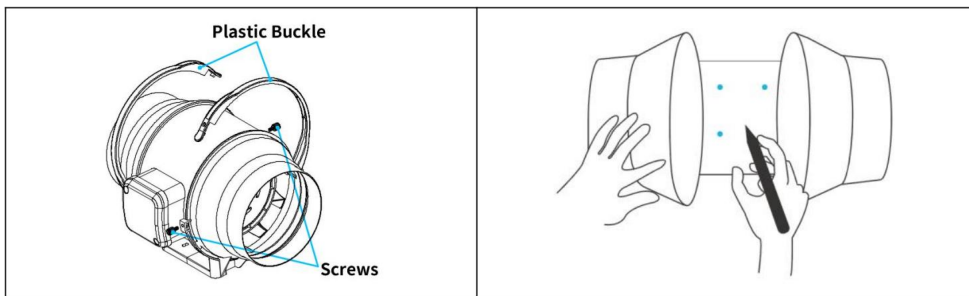

Figure 3.
3. Utilisez le support de bride pour définir la position souhaitée du ventilateur. Marquez les quatre trous de montage. Voir la (Fig.3.)